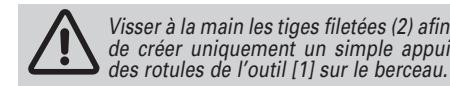

Fig. 15
*Les rotules de l'outil [1] prennent appui sur le berceau (en "a") (Fig.15).*
- Serrer les 4 vis (1) de l'outil [1].